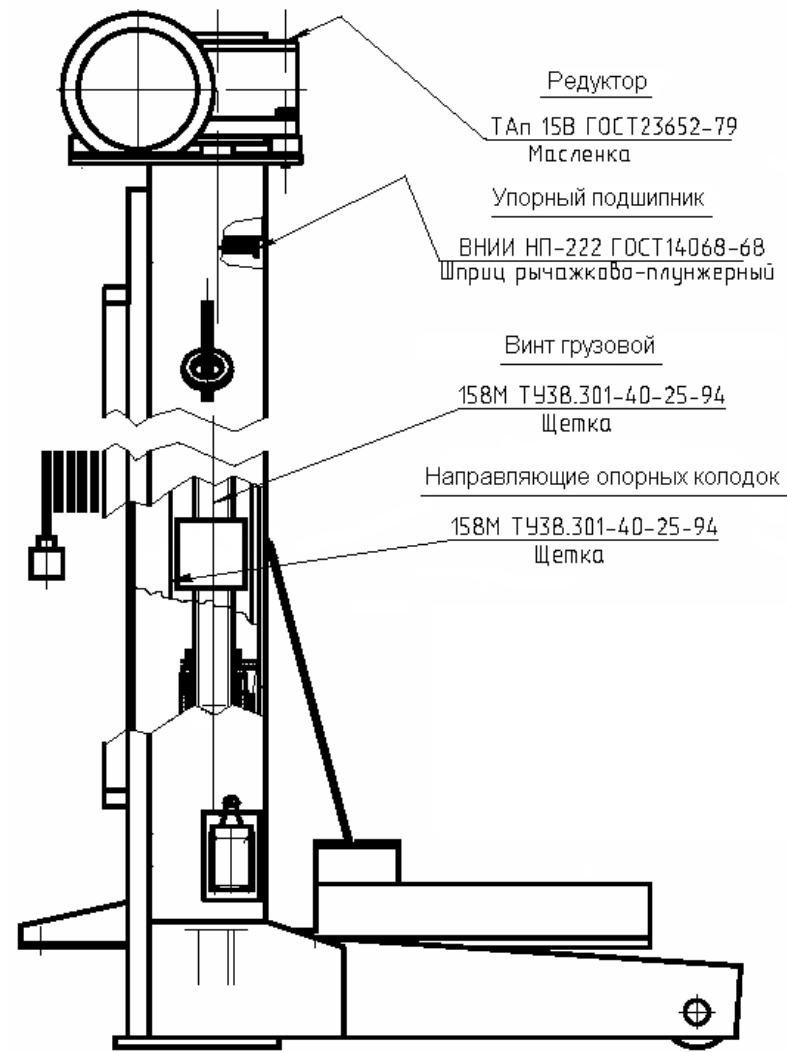

Рис. 6. Карта смазки стойки подъемника ПП-6
6.2.2 Для ревизии состояния смазки трущихся деталей (см. карту смазки на Рис. 6), в каждой стойке необходимо: